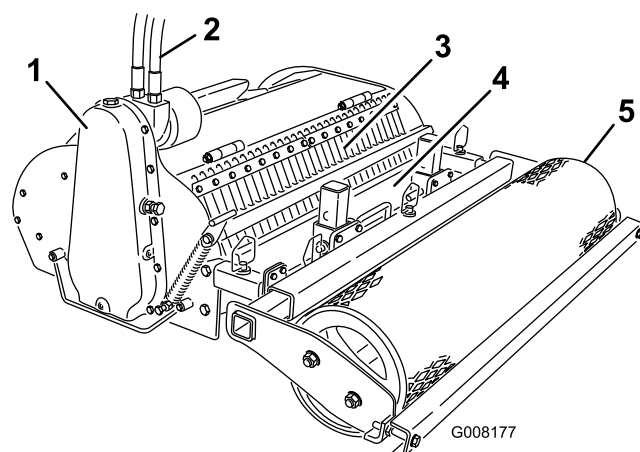

**Figura 3**
4. Rimuovete i perni con testa ad anello elastico dai perni conici (Figura 3).
5. Rimuovete i perni conici dai bracci del coltivatore (Figura 3).
6. Infilate i bracci sul rullo nei bracci del coltivatore e collegateli con i perni conici (Figura 3).